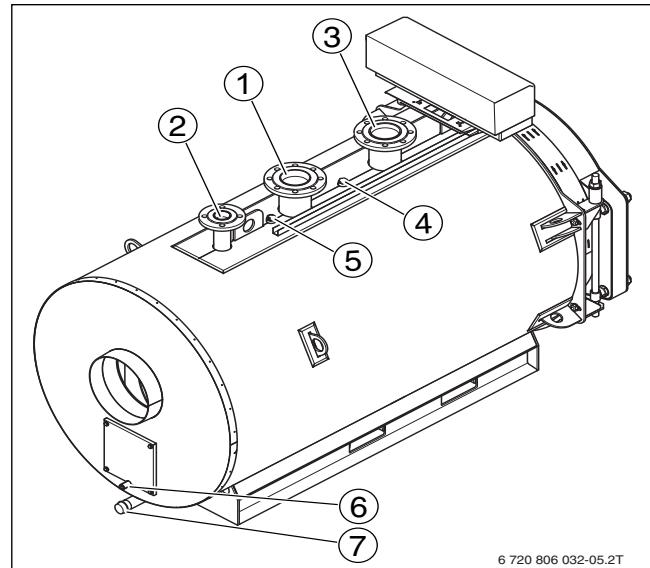
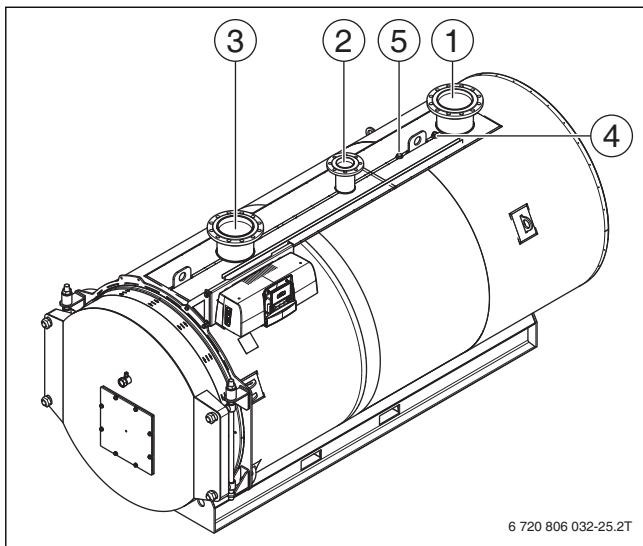

Рис. 16 Котёл Logano 120 - 820 кВт (слева = задняя сторона котла)
Рис. 17 Котёл Logano 1040 - 1850 кВт (слева = передняя сторона котла)
- Подсоедините обратную линию системы отопления к месту её подключения на котле (→ рис. 16 и рис. 17, стр. 21, [3]).
- Подсоедините подающую линию системы отопления к месту её подключения на отопительном котле (→ рис. 16 и рис. 17, [1]).
- Закрепите предохранительный клапан четырьмя винтами на подключении подающей предохранительной линии VSL (→ рис. 16 и рис. 17, [2]).